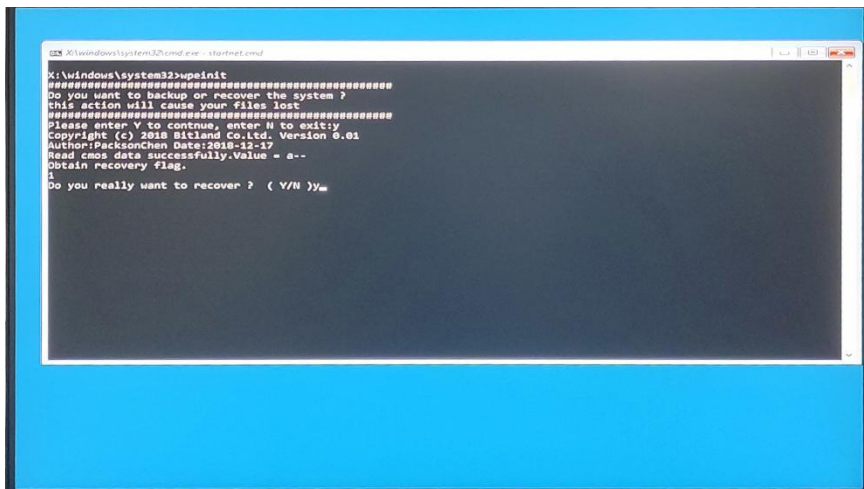
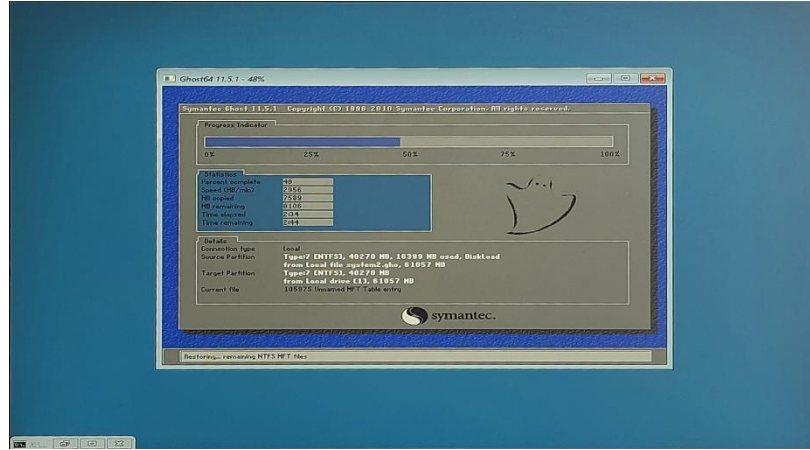

图 4 还原操作界面
图 6 系统还原界面
(1) 检查工作：① 由于备份及还原操作过程中机器均不能外接存储设备，在操作之前务必先检查确认 USB 接口未连接外部存储设备，如 U 盘等，否则备份还原会出现错误；② 保证硬盘内存容量大小不小于 64G；
(2) 按电源键开机或上电开机后，连续点击键盘上的 F4 键，就能进入还原操作界面（如图 4 所示），连续输入 2 次“y”确认。
(4) 进入到系统还原界面（如图 6 所示），等待还原完成，还原完成后会自动重启，重启后会进入图 4，最后需按 Enter 键确认，等待进入系统即可。